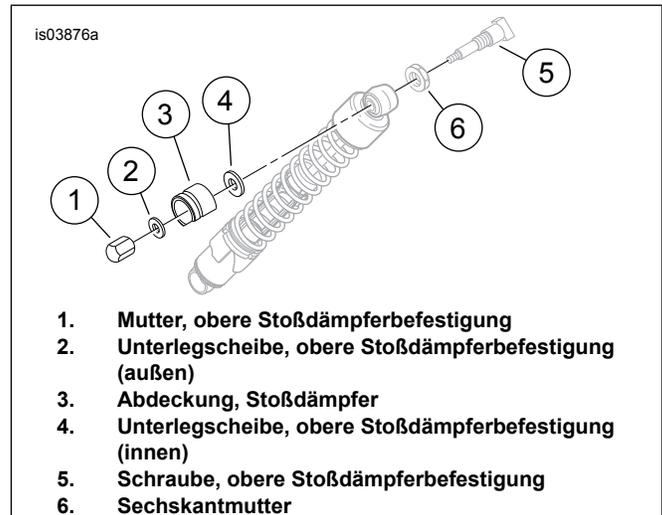

Abbildung 1. Obere Befestigung des Hinterradstoßdämpfers, Modelljahre 1994 bis 1999
2. Siehe Abbildung 1. Obere Stoßdämpfermutter (1), äußere Unterlegscheibe (2) und Stoßdämpferabdeckung (3) entfernen und entsorgen. Die innere Original-Unterlegscheibe (4), die hinter der Stoßdämpferabdeckung am Stoßdämpfer anliegt, darf nicht entfernt werden.